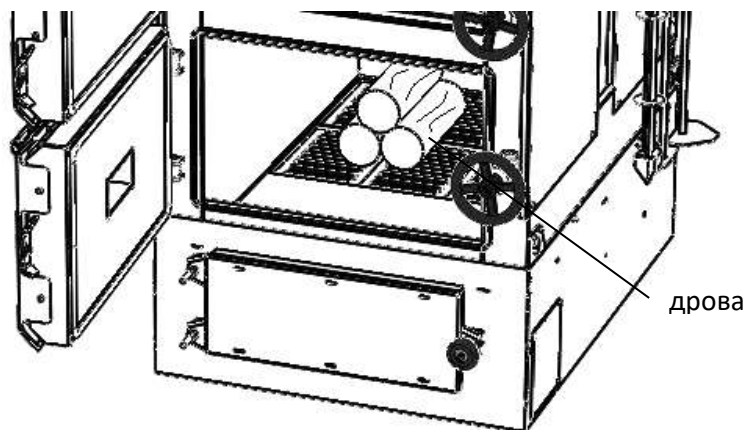

Рис.18
- 2.7.5 Вручную разжечь дрова/уголь (см. рис. 18) при отсутствии автоподжига.